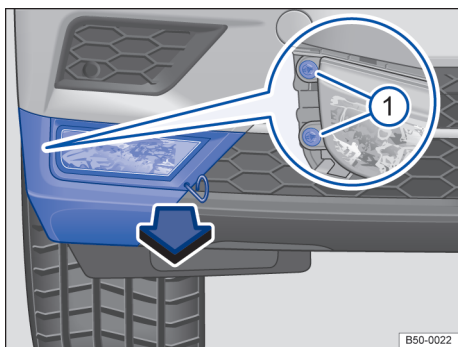

Fig. 202 No para-choque dianteiro à direita: desinstalar farol de neblina.
2. Retirar o gancho extrator das ferramentas de bordo e encaixar na abertura da cobertura → Fig. 202. Retirar a cobertura no sentido da seta para frente.
3. Remover os parafusos de fixação → Fig. 202  com a chave de fenda das ferramentas de bordo → Página 259.
11. Apertar os parafusos de fixação → Fig. 202  com a chave de fenda.
12. Encaixar a cobertura no para-choque → Fig. 202.